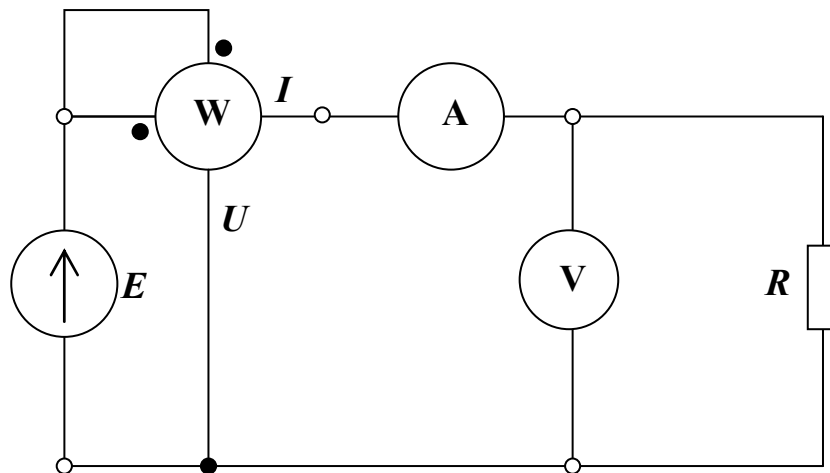

Рис. 4.2
- Соберите цепь согласно схеме на рис. 4.2. Изменяя ЭДС E , измерьте токи и мощности в резисторе при напряжениях, указанных в табл. 4.2.